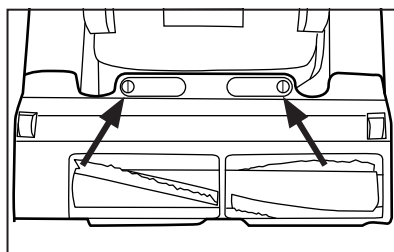

Fig. 1
2. Retire los dos tornillos que sostienen la placa (Fig. 1).